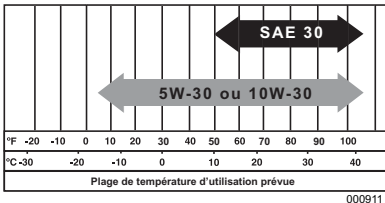

Figure 2-2. Huile recommandée
4. Voir **Figure 2-2**. Remplir avec l'huile moteur recommandée jusqu'au bas de l'orifice de remplissage d'huile (A).
Seules les huiles détergentes de haute qualité de catégorie de service SJ ou plus sont préconisées. NE PAS utiliser d'additifs spéciaux. Voir **Figure 2-2**. Le climat détermine la viscosité d'huile qui convient.